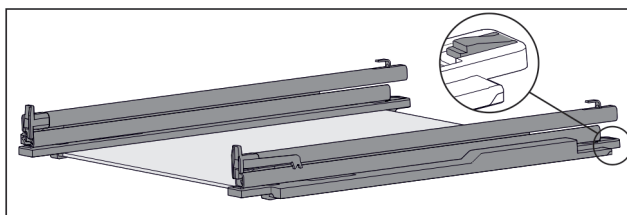

Fig. 110 Siinide ja hoideosadega klaasplaat
- ▶ Suruge hoideosa taga alla (vt. Fig. 110) ja lükake samaaegselt siini tahapoole.